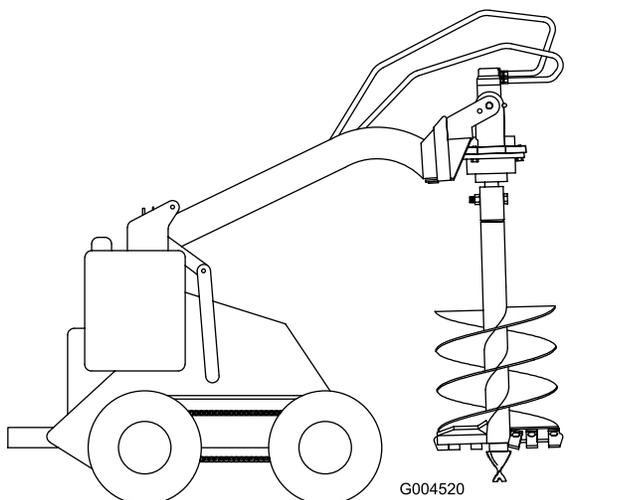

Figura 9
12. Levante la barrena del suelo (Figura 9).
para estabilizar la barrena y evitar que se balancee libremente (Figura 9).